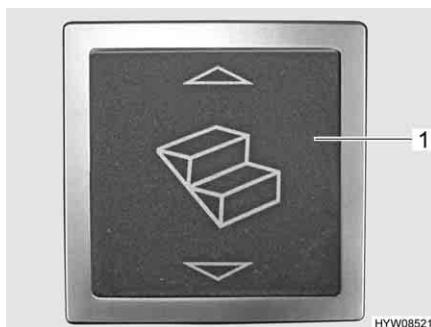
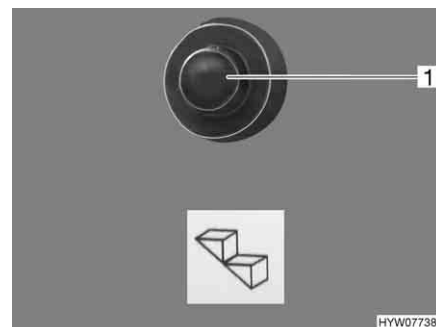

Fig. 4 Pulsante basculante dello scalino di ingresso (zona di ingresso)
Fig. 5 Pulsante a pressione dello scalino di ingresso (cruscotto)
**Inserimento:** ■ Premere il pulsante basculante (Fig. 4,1) nella zona di ingresso oppure il pulsante a pressione (Fig. 5,1) sul cruscotto nella cabina di guida.
**Estrazione:** ■ Premere il pulsante basculante (Fig. 4,1) nella zona di ingresso.